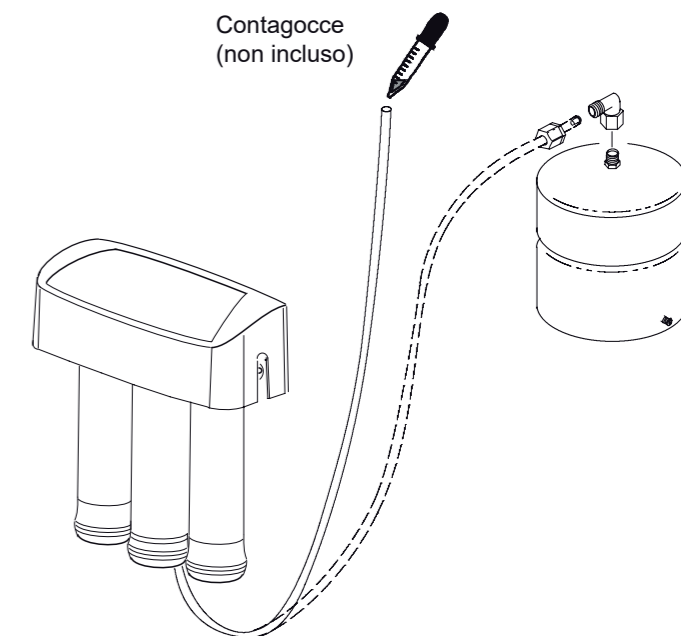

FIG. 21
Seguite le istruzioni seguenti per sanificare l'apparecchio. Cfr. Fig. 21.
4. Aggiungete 3 ml di candeggina all'estremità non raccordata del tubo giallo. Manipolate la candeggina seguendo le raccomandazioni del produttore. Cfr. Fig. 21.